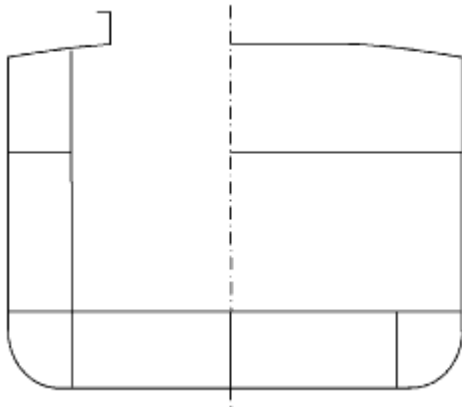

Рис. 1.1
**Пример 1.** Выполнить эскиз расположения относительно теоретических линий (рис. 1.1) толщин: наружной обшивки; днищевых стрингеров; настилов второго дна, нижней палубы, платформы и верхней палубы; продольной переборки; вертикального киля; комингса люка.